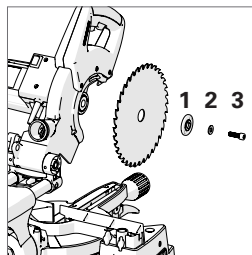

Fig. 20
Instalați flanșa exterioară (1) (partea plată înspre mașină), șaiba (2) și șurubul axului (3). (Fig. 20)